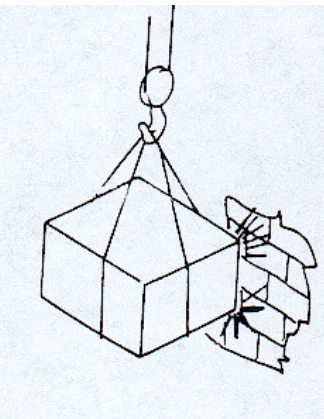

fig.95
- **MAI** urtare con il carico le strutture portanti o altre macchine ed impianti (fig.95).